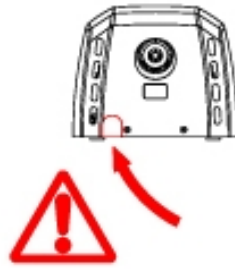

Figure 12
- Il est également très important de s'assurer qu'une fois le capot monté et vissé sur la base, la protection en plastique est placée correctement sur l'ouverture inférieure en forme de "U" à l'envers (Figure 12).